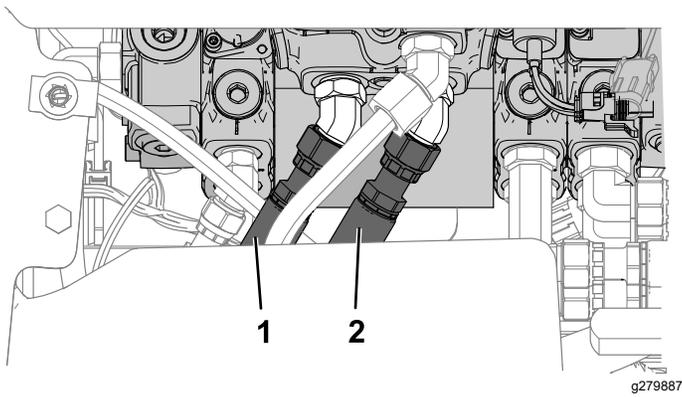

Bild 18
2. Verbinden Sie die geraden Anschlussstücke mit den Leeranschlüssen am Hydraulikhebelventil (Bild 18).